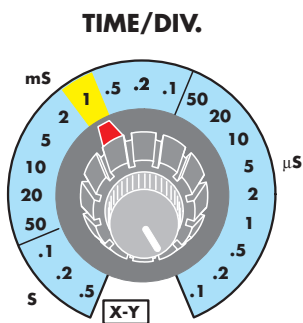

Figure 4 : Placez le sélecteur Time/div. sur 1 ms pour visualiser le signal visible figures 8, 9 et 10.
- placer le sélecteur Time/div. (voir figure 4) sur 1 milliseconde de façon à visualiser à l'écran une ample bande de signal (voir figure 9), quand on applique à l'entrée de l'oscilloscope le signal provenant du générateur HF,